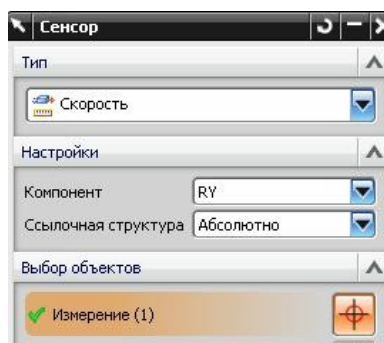

рис.130
•Значение этого сенсора мы определяем как угловую **скорость** вращения красного маховика относительно оси Y абсолютной СК (рис.130).